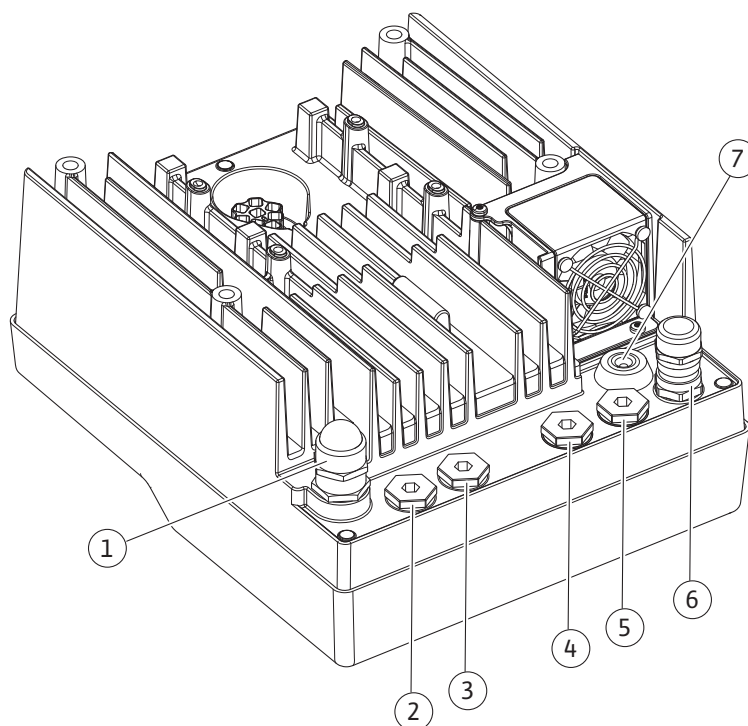

Fig. 10: Στυπιοθλίπτες/συνδέσεις καλωδίων
- Στοιχείο CIF στο σύστημα αυτοματισμού κτιρίων (επικοινωνία διαύλου): Η θωράκιση συνδέεται με το άνοιγμα διέλευσης καλωδίων στην ηλεκτρονική μονάδα (Fig. 10).
4. Οδηγήστε το καλώδιο σύνδεσης μέσω του στυπιοθλίπτη καλωδίου M25 (Fig. 10, θέση 1). Σφίξτε τον στυπιοθλίπτη καλωδίου με την προκαθορισμένη ροπή.